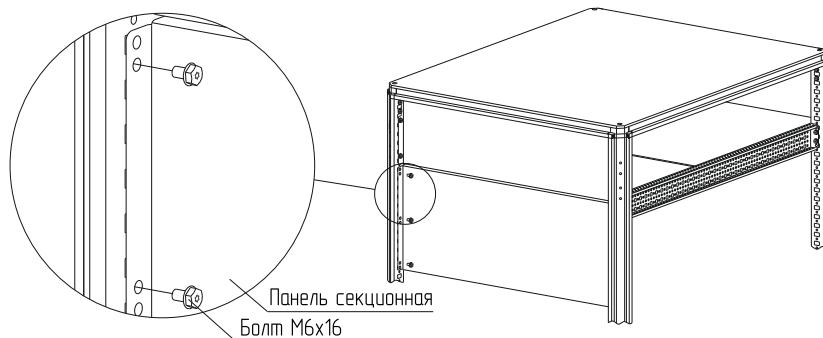

Рисунок 65
4.35.2 Закрепите панель на нужной высоте к стойкам болтами M6×16 (рисунок 65). Момент затяжки – 7 Н·м. Болты в комплект не входят.